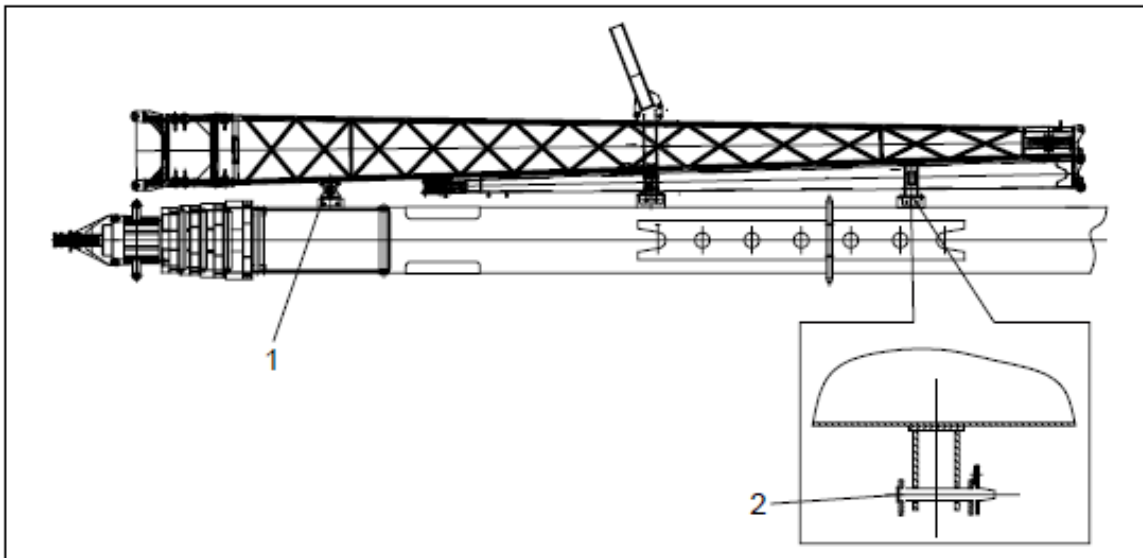
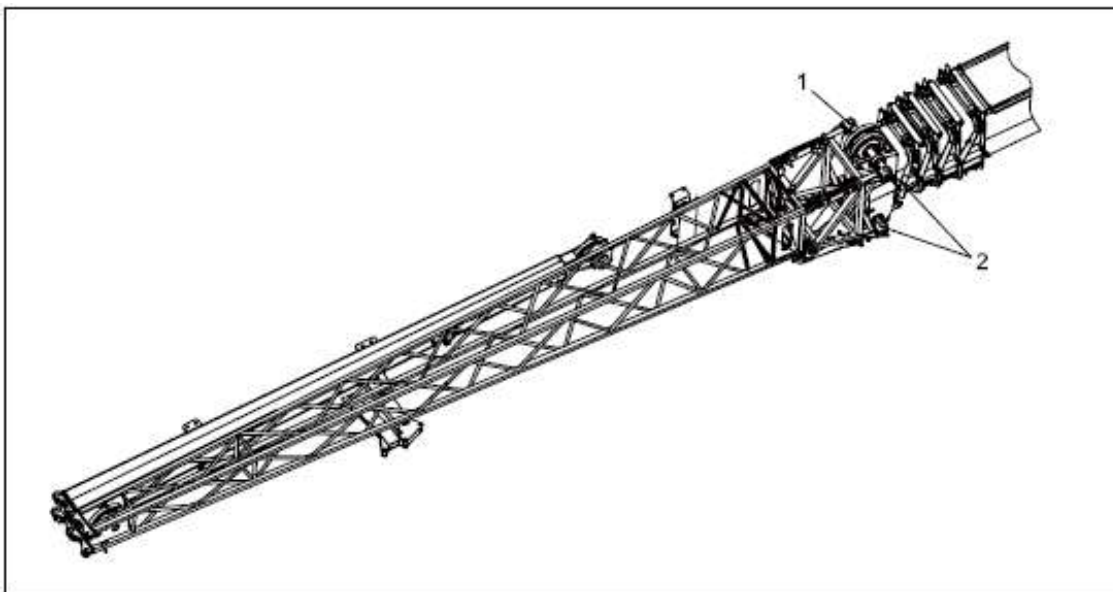

Fig.4-3.33
Fig.4-3.37
5) Remova o pino do eixo A (ver Fig.4-3.33). Gire todo o braço em torno do eixo do pino C para alinhar o orifício do pino, do outro lado do braço com a lança. Insira o eixo do pino D (ver Fig.4-3.37 para a aparência final).